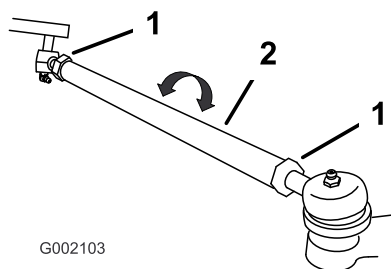

Figure 45
3. Si la valeur obtenue n'est pas comprise dans la plage spécifiée (reportez-vous aux dimensions et aux paramètres mentionnés au début de cette procédure), desserrez les contre-écrous à chaque extrémité des biellettes (Figure 45).